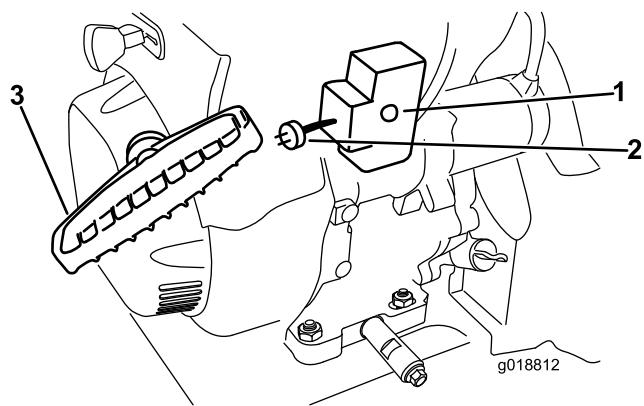

Рисунок 31
- Запустите машину, потянув за шнур стартера или нажав на кнопку электрического стартера (Рисунок 31).